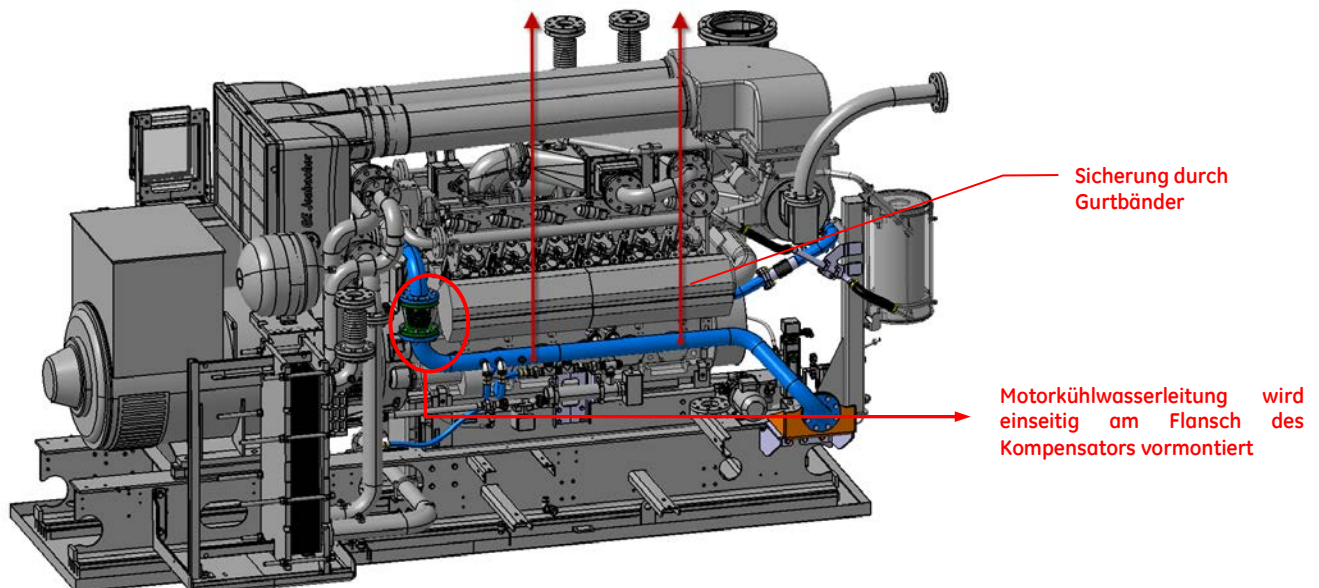

Abbildung 8: Sicherung der Kühlwasserleitung mittels Gurtbändern
1. Motorkühlwasserleitung einseitig vormontieren und mittels Hebezeug und Gurtbändern in der Schwebelage halten (siehe Abbildung 8)